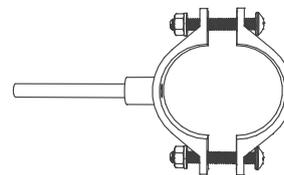

Рис. 7
3. Просверлить отверстие диаметром 6,5 мм, надеть хомут и закрутить болты. Скобы дренажного хомута расположить таким образом, чтобы просверленное в сифоне отверстие совпадало с отверстием дренажного хомута и выступающей части трубки. Болты затягивать равномерно, чтобы 2 части хомута были параллельными. Рис.7.